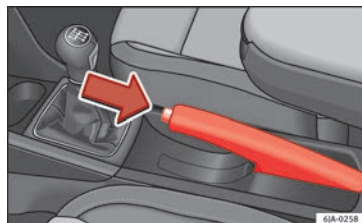

Fig. 175 Console centrale : frein à main.
- Tirez légèrement sur le levier vers le haut et **en même temps** appuyez sur le bouton de desserrage » **fig. 175**.